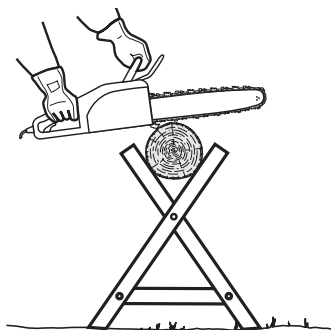

Fig. 34
- > Posez les petits rondins sur un tréteau ou sur un autre rondin pour les couper (Fig. 34).